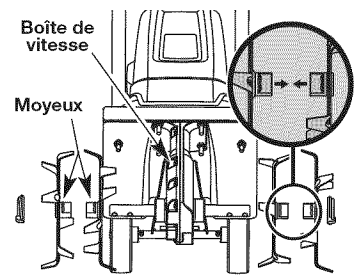

Fig. 10
6. Glissez les nouveaux couteaux sur l'axe avec les moyeux vers l'intérieur de façon à ce qu'ils fassent face. Assurez-vous que les flèches de rotation sont dirigées vers le train d'engrenages sur le côté gauche de l'axe et à l'opposé du train d'engrenages du côté droit de l'axe (Fig. 10).